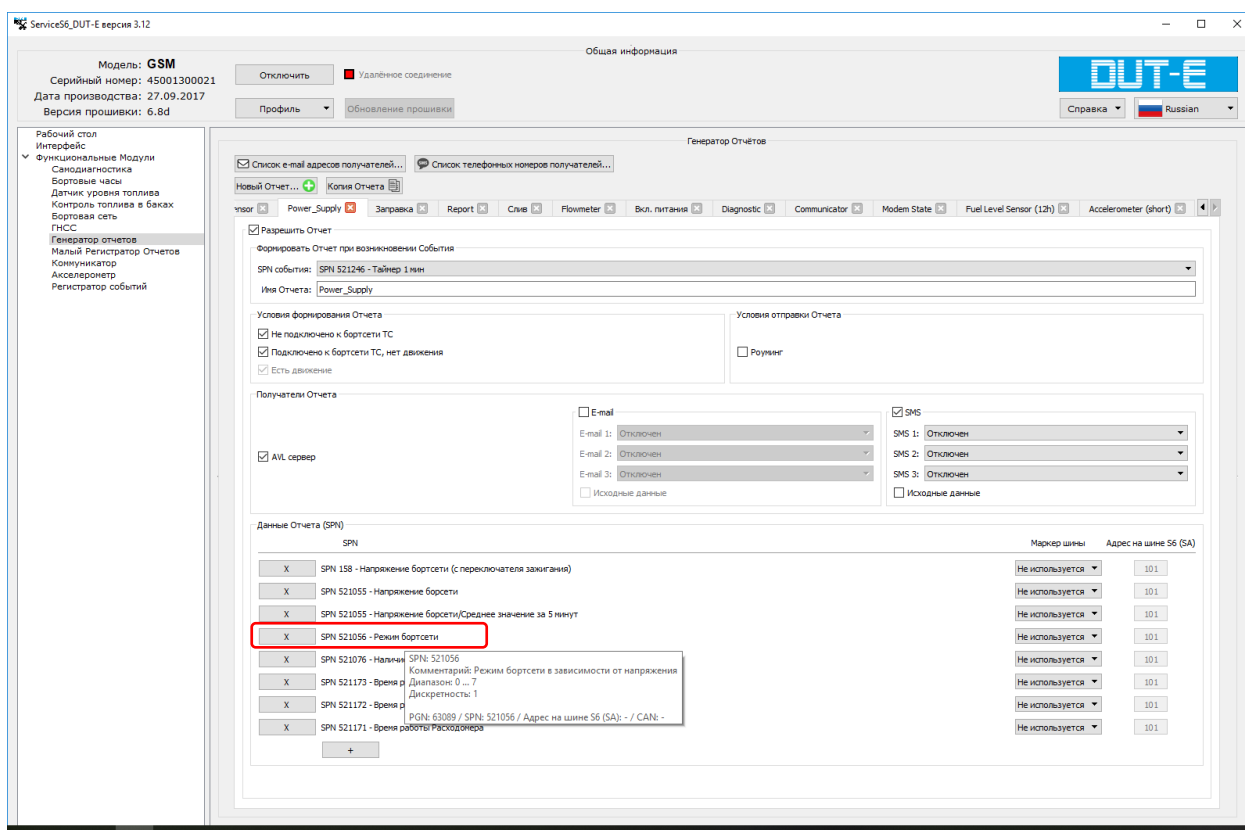

Рисунок 3 — Окно настроек ФМ Генератор Отчетов ПО Service S6 DUT-E
3) В ФМ Генератор Отчетов настройте Режим бортсети (SPN 521056). Рекомендуется передавать его в Отчете Таймер 1 мин (SPN 521246) (см. рисунок 3).